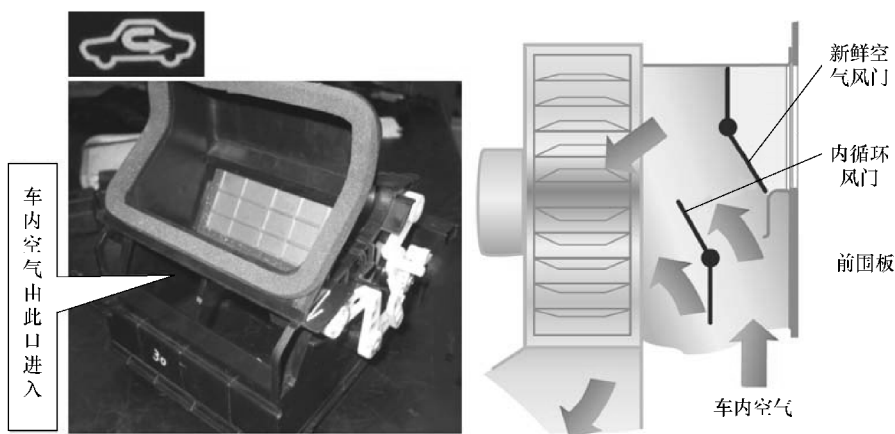

图 8-5 内循环进气模式
(2) 内循环 如图 8-5 所示，当拨动进气转换开关到内循环模式时，进气模式风门与图示连接臂同步动作。一块风门板打开车内循环空气入口，而另一块关闭车外新鲜空气入口，室内空气由位于仪表板下方的车内循环空气入口进入，并在鼓风机的作用下在室内进行循环。